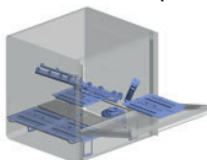

рис. 4
- Если есть поверхностные фильтры, то снимите их и прочистите щеткой под проточной водой (см. рис. 4).